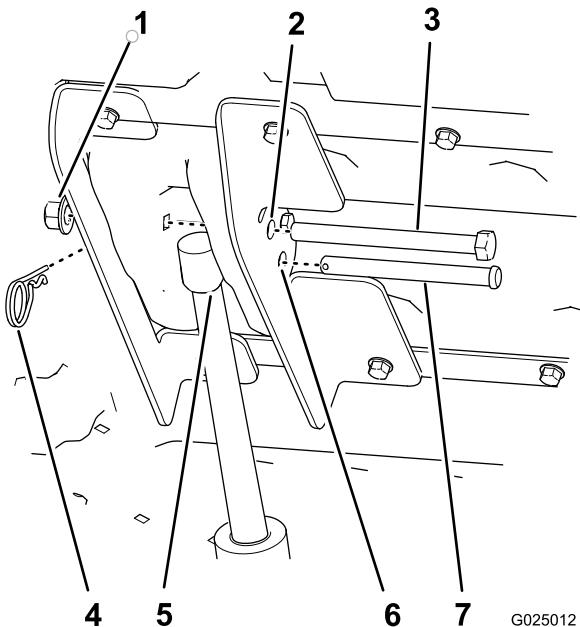

Bild 9
- Drücken Sie den Auf-Teil des Ladepritschenhubschalters, um die Stange des Hubaktuators auszufahren, bis das Loch in der Stange mit den Löchern in den inneren und äußeren Hubhalterungen ausgefluchtet ist (Bild 9).
8. Befestigen Sie die Hubaktuatorstange mit dem Lastösenbolzen (3-1/2") und dem Splint an den Hubhalterungen (Bild 9).
10. Stecken Sie die Sechskantschraube (1/2" x 5-1/2") durch das verbleibende 12,7 mm große Loch in den inneren und äußenen Hubhalterungen und befestigen sie mit einer Mutter (1/2"), bis die Bundmutter bündig ist (Bild 9).
2. Entfernen Sie den Klappstecker und den Lastösenbolzen, mit denen die Aktuatorstange an den inneren und äußersten Hubhalterungen befestigt ist (Bild 9).
7. Senken Sie die Staubox ab und fluchten den Hubaktuator mit den Hubhalterungen aus (Bild 9).
8. Befestigen Sie den Hubaktuator mit dem Lastösenbolzen und dem Splint an den Hubhalterungen (Bild 9).